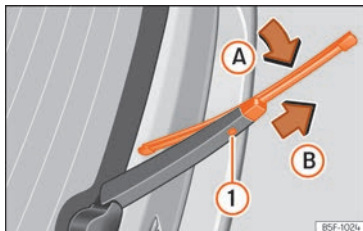

Fig. 192 Cambio de la escobilla de la luneta trasera.
- Rote la escobilla ligeramente »» fig. 192 (flecha A).
- Mantenga presionada la tecla de desbloqueo ① tirando de la escobilla en el sentido de la flecha B.
- Inserte en el brazo limpiaventana una escobilla nueva **de la misma longitud y tipo**, en sentido contrario a la flecha B hasta que encastre la tecla ①.